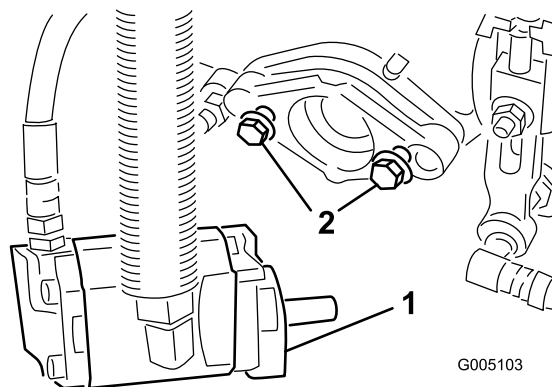

Figura 14
7. Montate i bulloni di fissaggio del motore principale del cilindro su ciascun apparato di taglio. Lasciate sporgere 13 mm circa di filetto dei prigionieri di montaggio (Figura 14).
11. **Serrate i bulloni di fissaggio** (Figura 14).